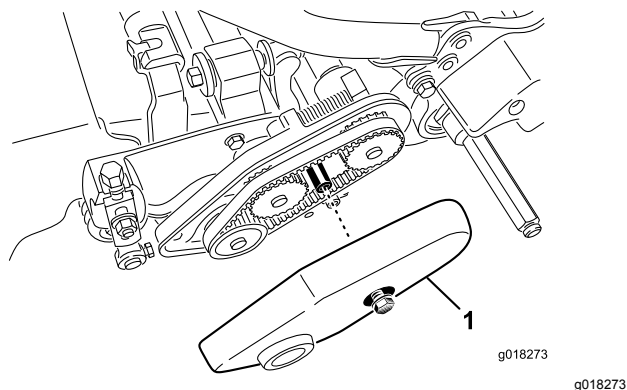

Figura 45
2. Allentate il bullone della flangia che fissa il copricinghia, e togliete il copricinghia per accedere alla cinghia (Figura 45).